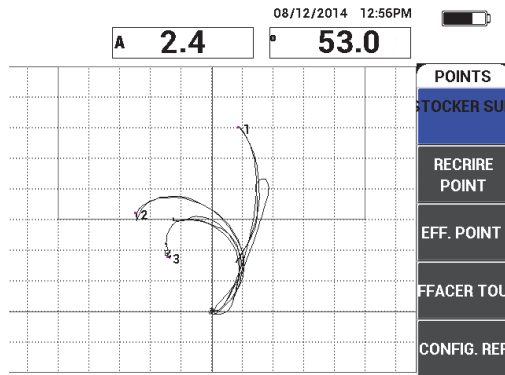

Figure 6-50 Troisième point enregistré
8. Déplacez lentement la sonde au-dessus du troisième décollement, et puis appuyez sur **STOCKER SUIVANT** (touche A) pour enregistrer le troisième point (voir la Figure 6-50 à la page 172).